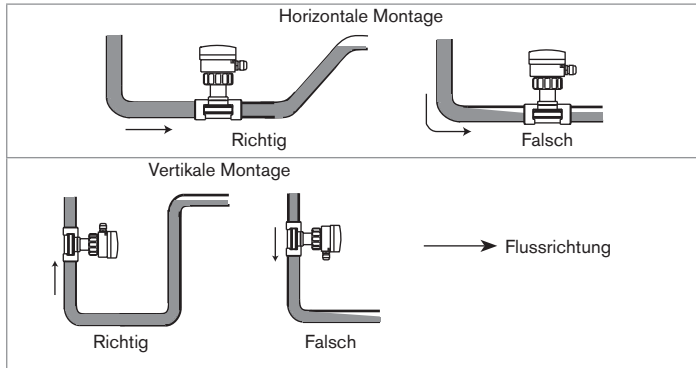

Bild 9: Füllung der Rohrleitung
- Darauf achten, dass die Rohrleitung immer gefüllt ist (siehe *Bild 9*).
- sich vergewissern, dass die Flüssigkeit nach oben fließt (siehe *Bild 9*).